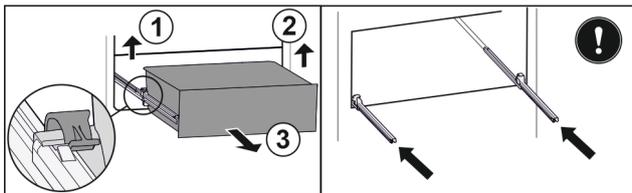

Fig. 30
- Linke Klemme anheben und gleichzeitig Schubfach links nach vorne ziehen. Fig. 30 (1)
- Rechte Klemme anheben und gleichzeitig Schubfach rechts nach vorne ziehen. Fig. 30 (2)
- Schubfach nach vorne entnehmen. Fig. 30 (3)